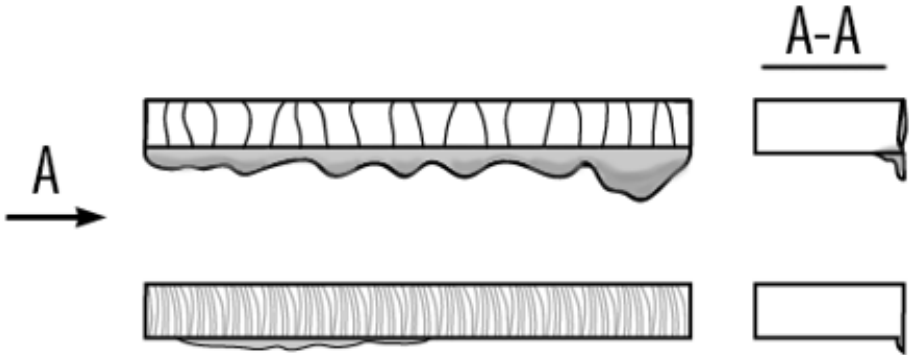

Рис. 9.1.1. Влияние силы тока и скорости реза.
1. Сила тока и скорость реза (см. рис.9.1.1).